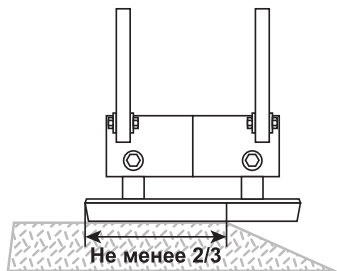

Рис. 11 Расположение виброплиты на краю обрабатываемой поверхности
10. При перемещении виброплиты по краю обрабатываемой поверхности, в плотном соприкосновении с поверхностью должно оставаться не менее $2/3$ части рабочей площади плиты (Рис. 11).